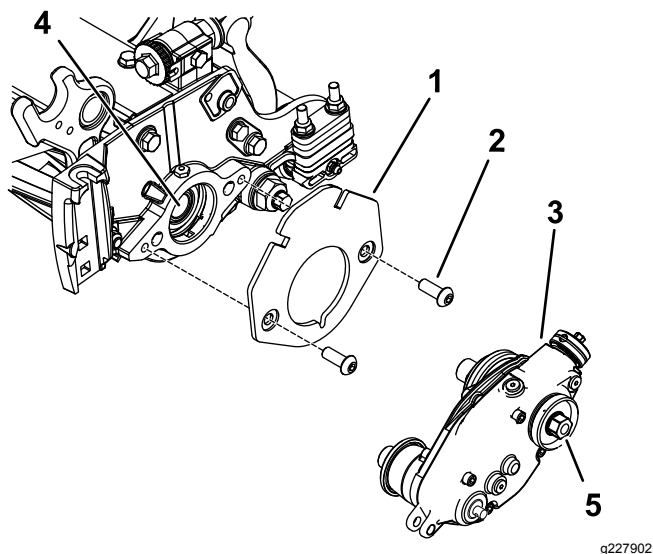

Рисунок 8
- Прикрепите кронштейн груза к барабану при помощи 2 болтов со сферическими головками с внутренними шестигранниками ( $\frac{3}{8} \times \frac{3}{4}$  дюйма), как показано на Рисунок 8.
243) на резьбу внутреннего вала барабана (Рисунок 8).
- Присоедините блок привода механической щетки к валу барабана (Рисунок 8) при помощи шестигранной головки на блоке привода механической щетки.